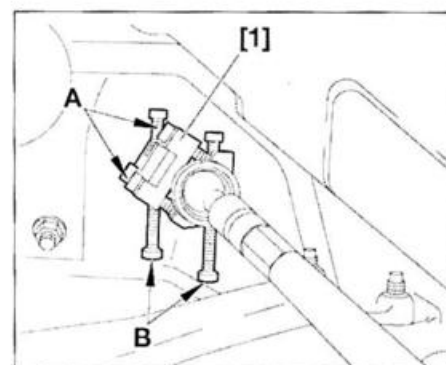

FIG. 11
- Separar el tubo de equilibrado de las presiones del fuelle de cremallera (2).
- Marcar la posición del fuelle de cremallera (2) con relación a la caja de dirección.
- Desmontar las abrazaderas (3).
- Desmontar el fuelle de cremallera (2).
- Situar el útil [1] (útil antirotación de cremallera ref. 0721.B) en la cremallera para que sus apoyos rotulados se asienten en la cuna (fig. 11).